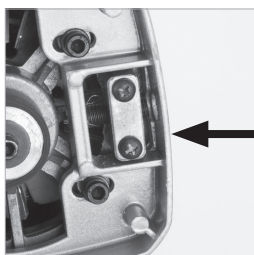

Fig. 48
- La vis de tension (**Fig. 48**) est accessible par un trou situé à l'arrière du boîtier de transmission en aluminium